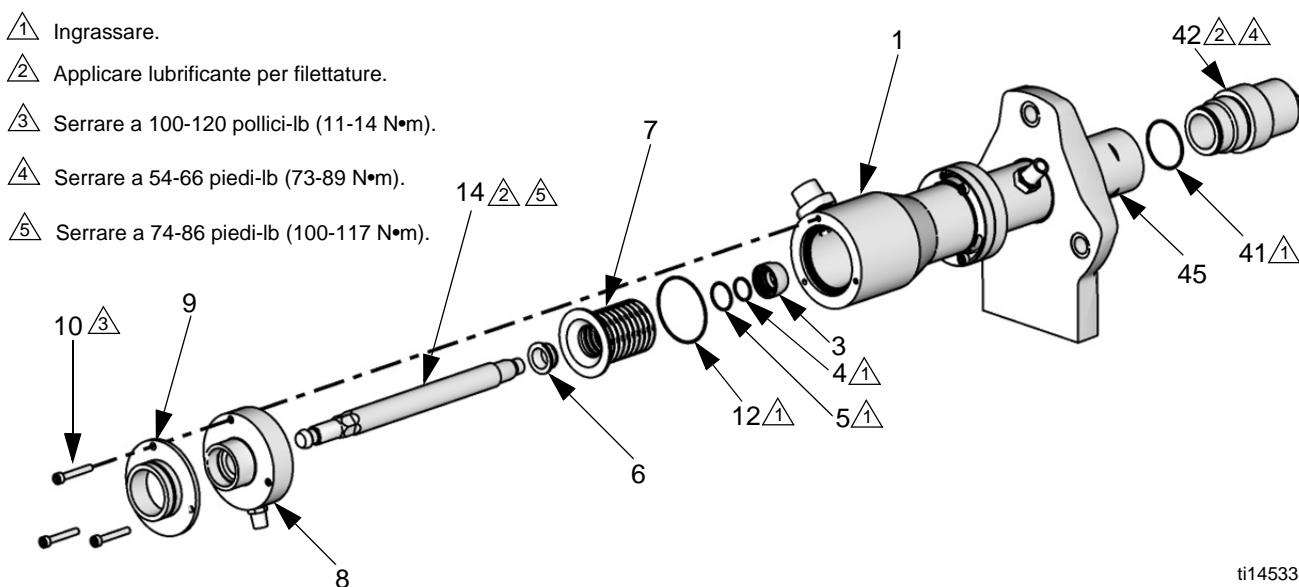

FIG. 6. Sostituire i soffietti.
7. Consultare FIG. 6. Tirare la biella di collegamento (14) e i soffietti (7) separandoli dalla parte superiore della camera dei soffietti (1). Lasciare la camera dei soffietti (1) collegata al dado premiguarnizione.
8. Rimuovere la boccia dei soffietti (6) e i soffietti danneggiati (7).
9. Rimuovere la boccia a scatto (3). Smontare e smaltire gli anelli di tenuta (4, 5).
13. Lubrificare l'esterno dello stelo della biella della pompante e del pistone, vicino ai dadi esagonali. Spingere l'asta e il pistone nel cilindro (27).
15. Fare riferimento a FIG. 6, pagina 12. Mettere l'anello di tenuta dei soffietti (12) allentato intorno ai soffietti (7). Spingere la biella di collegamento (14), con i soffietti completamente montati (7) nella camera dei soffietti (1). Stringere la biella di collegamento a mano.
16. Tenere l'esagonale sulla biella di collegamento (14) e usare una chiave torsionometrica per ruotare il pistone (45). Serrare a 74-86 piedi-lb (100-117 N•m).
17. Posizionare il cappuccio superiore (8) sulla biella di collegamento (14). Non serrare.
18. **Se si sostituisce la camera di deflusso:** Ordinare Kit 24E298. (Vedere a pagina 25). Installare la nuova tenuta a D (106) sulla biella di collegamento (14). Tenere la biella di collegamento con una chiave da 19 mm (3/4 poll.). Installare e serrare il dado di ritenzione (105). Serrare a 100-120 pollici-lb (11-14 N•m). **Non serrare eccessivamente.**
19. Installare un nuovo anello di tenuta del cappuccio di fondo (41). Ingrassare e installare il tappo di fondo (42). Serrare a 54-66 piedi-lb (73-89 N•m).
20. Spingere in su sull'albero motore. Far scivolare sul dado di accoppiamento (55). Installare i collari di accoppiamento (56).
22. **Se si sostituisce la camera di deflusso:** Inserire l'anello di tenuta (102) nel coperchio (101). Serrare la nuova bottiglia (103) con il coperchio (101) collegato al raccordo (104).
23. Ruotare l'asta di connessione (14) per allineare i fori del cappuccio superiore (8) con i fori sulla camera dei soffietti (1). Ricollegare il cappuccio superiore (8) e il distanziale di montaggio della protezione (9). Serrare le viti (10) fino a 100-120 pollici-lb (11-14 N•m).